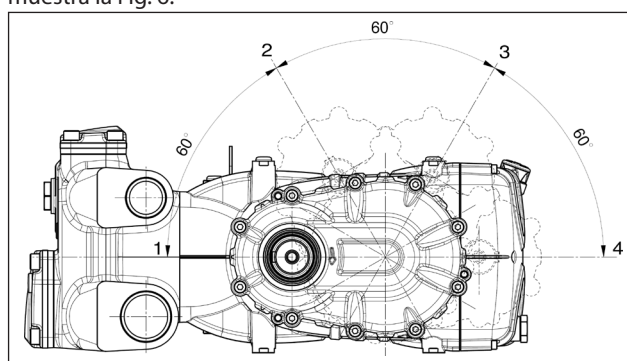

Fig. 6
~ 4,8 litros para las versiones con reductor en las pos. ① y ④ (Fig. 6). Esta cantidad será ligeramente inferior en las pos. ② y ③.
El reductor se puede colocar en 4 posiciones distintas como muestra la Fig. 6.